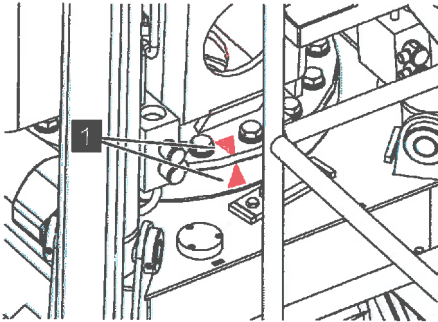

Abb. 56: Rote Pfeile
- Sicherstellen, dass die roten Pfeile (Abb. 56/1) am Drehkranz beim Einfahren in die Transportstellung gegenüberliegen.